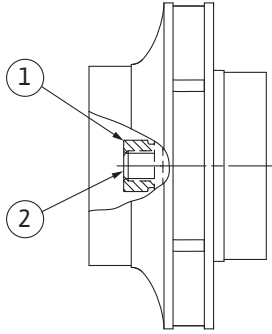

Fig. 106: Tinkama darbo rato veržlės padėtis po montavimo
8. Tvirtai laikykite veleną veržlių raktu (žiotimis 22 mm) ir pritvirtinkite darbo rato veržlę laikydamiesi reikiamo priveržimo momento (žr. lentelę „Priveržimo momentas“ [► 28]). Veržlė (Fig. 106, 1 poz.) turi būti maždaug $\pm 0,5$ mm viename lygyje su veleno galu (Fig. 106, poz. 2). Jei taip nėra, atlaisvinkite veržlę ir pakartokite 4 ... 8 veiksmus.